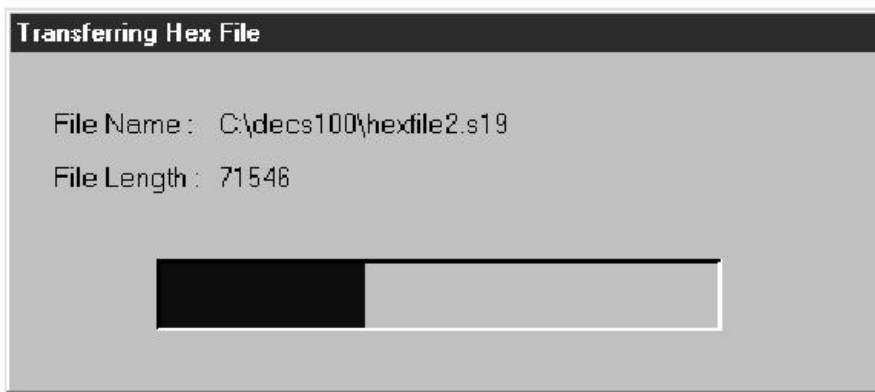
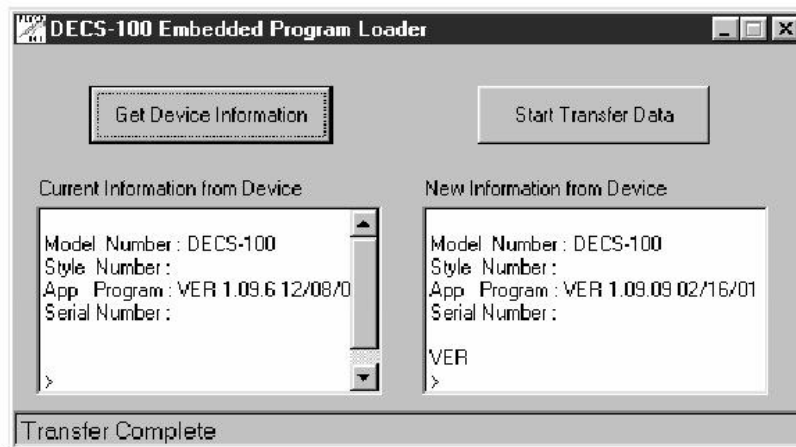

图 5-26. 文件传送进程
图 5-27. 上载后的 DECS-100 信息
6. 选择合适的文件，单击 **Open** 按钮，启动文件传送。一个对话框（如图 5-26）指示文件传送的进程。传送结束后，在 DECS-100 嵌入软件加载程序的右侧框中显示装置信息（如图 5-27）。当 BESTCOMS 的文件上传成功后，至少等待 5 秒才可断开电源。程序版本号显示版本和软件上载的日期。